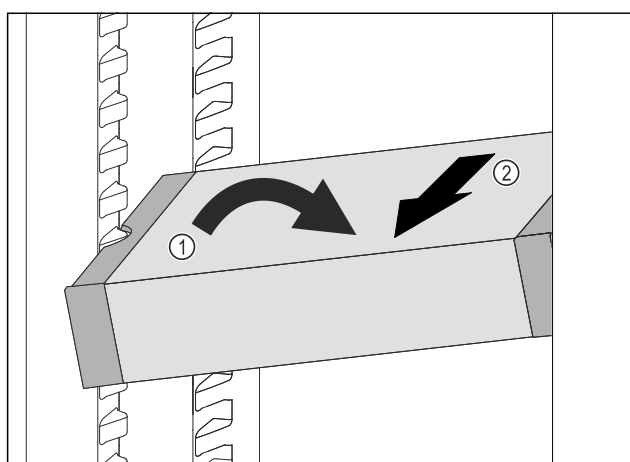

Fig. 81
- VarioSafe im Kühlteil schräg stellen. Fig. 81 (1)
- VarioSafe nach vorne entnehmen. Fig. 81 (2)